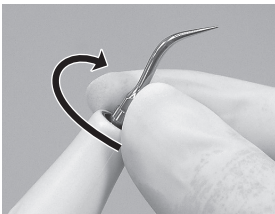

Abb.2
1) Spitze leicht mit der Hand drehen und anschließend montieren. (Abb. 2).